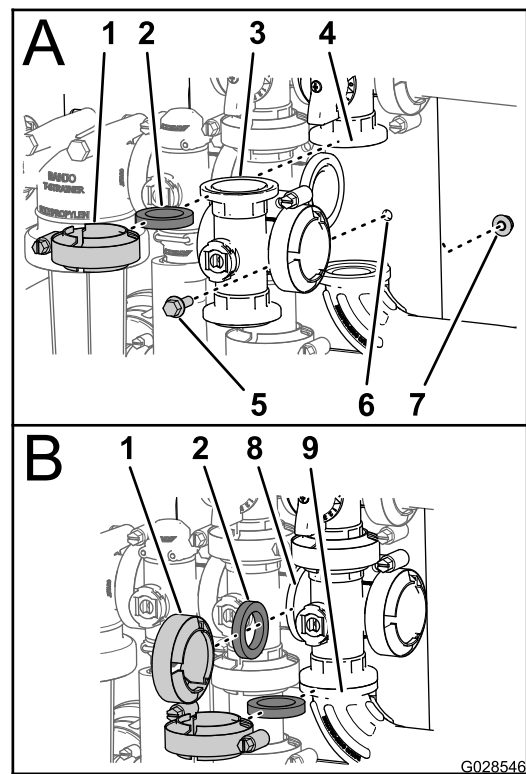

Figure 98
1. Alignez la bride du collecteur de la vanne maîtresse, 1 joint et la bride de la vanne de dérivation de la vanne maîtresse (A de Figure 98).
2. Montez le collecteur de la vanne maîtresse des rampes, le joint et la vanne de dérivation de la vanne maîtresse avec un collier serré à la main (A de Figure 98).
3. Alignez la bride du collecteur de la vanne maîtresse, 1 joint et le collecteur de la vanne d'agitation (B de Figure 98).
4. Montez le collecteur de la vanne maîtresse, le joint et le collecteur de la vanne d'agitation avec un collier serré à la main (B de Figure 98).
5. Alignez la bride du collecteur de la vanne maîtresse, 1 joint et le raccord coudé à 90° (au bout du flexible du débitmètre; voir B de Figure 98).
6. Montez le collecteur de la vanne maîtresse, le joint et le raccord coudé à 90° avec un collier serré à la main (B de Figure 98).